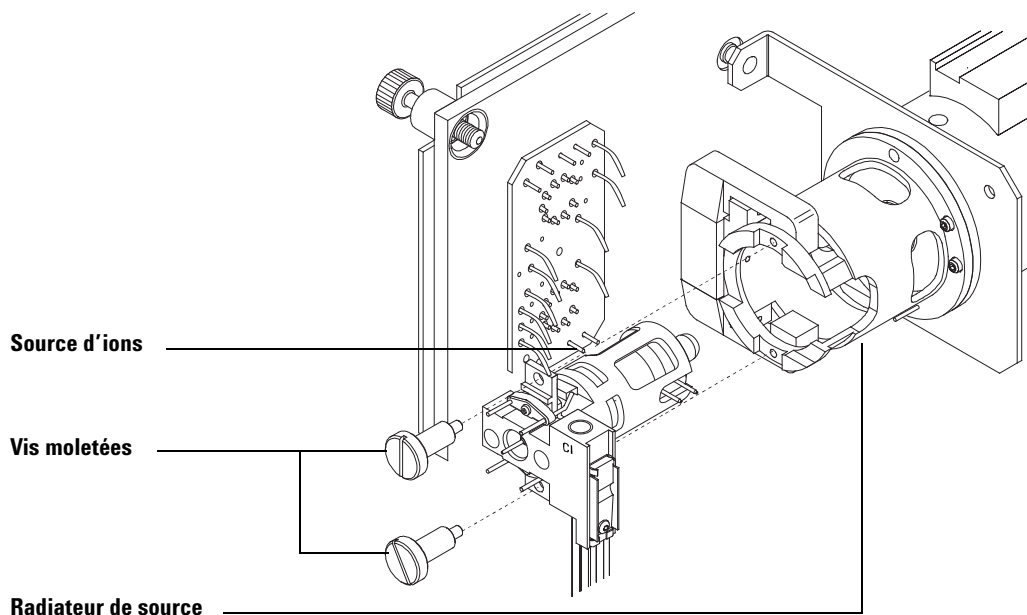

Figure 41 Installation de la source CI
- 1 Monter la lentille de focalisation d'ions, la lentille d'entrée et l'isolant de lentille (Figure 41).
- 2 Faire glisser le disque d'extraction et le cylindre d'extraction dans la source (Figure 41).
Tableau 23 Liste des pièces de la source à CI (Figure 41)
Tableau 23 Liste des pièces de la source à CI (Figure 41) (continued)